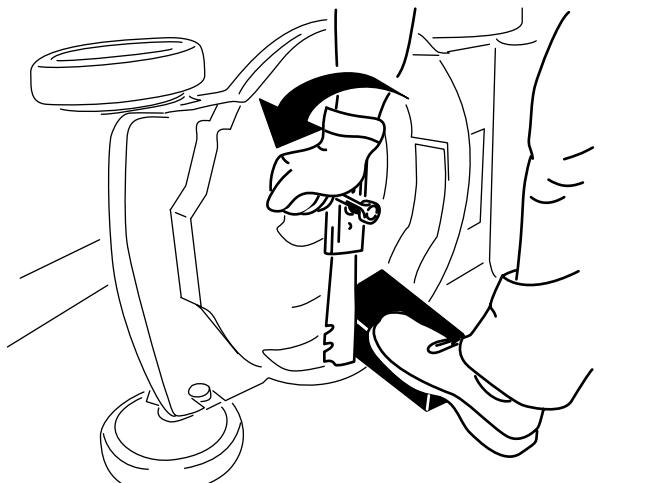

Figura 39
3. Usate un blocco di legno per tenere ferma la lama (Figura 39).
4. Togliete la lama e conservate la bulloneria di montaggio (Figura 39).